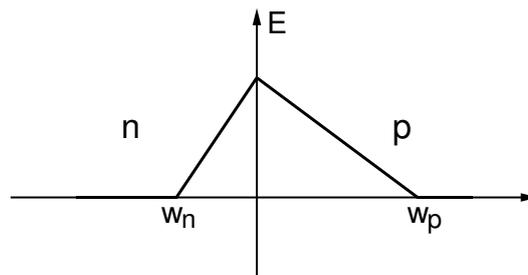

Abb. 2.1: Verlauf des E-Feldes in der Raumladungszone einer Diode
c) Zeichnen Sie in Abbildung 2.1 den qualitativen Verlauf des E-Feldes von Diode D_1 sowie w_n und w_p ein!